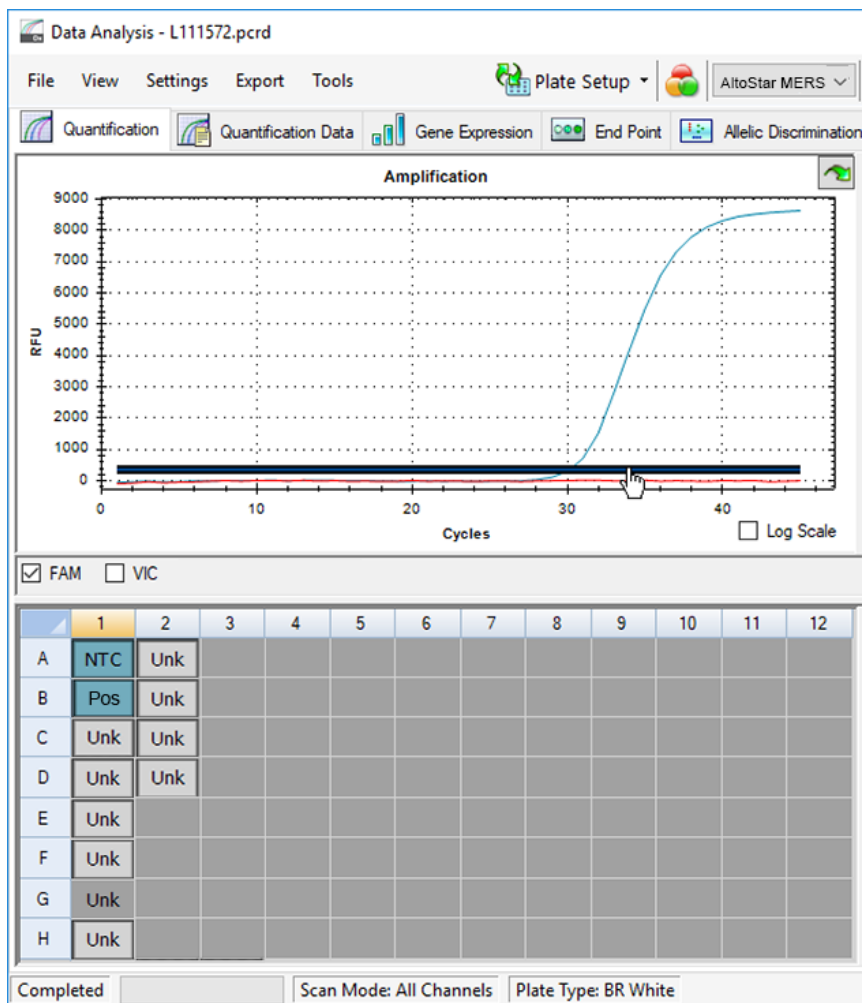

Figura 10: Ventana Data Analysis (análisis de datos): configuración del umbral FAM™
5. En la parte izquierda de la ventana Data Analysis (análisis de datos) quite la marca de la casilla de verificación **VIC** y marque la casilla **FAM** para el canal de detección del MERS-CoV objetivo (consulte la figura 10).
6. Seleccione únicamente los pocillos que contienen el NTC y el PC en la vista de placa de la ventana Data Analysis (análisis de datos) (consulte la figura 10).
7. Arrastre el pocillo de umbral por encima de la señal del NTC hacia el área exponencial de la señal de PC (consulte la figura 10).